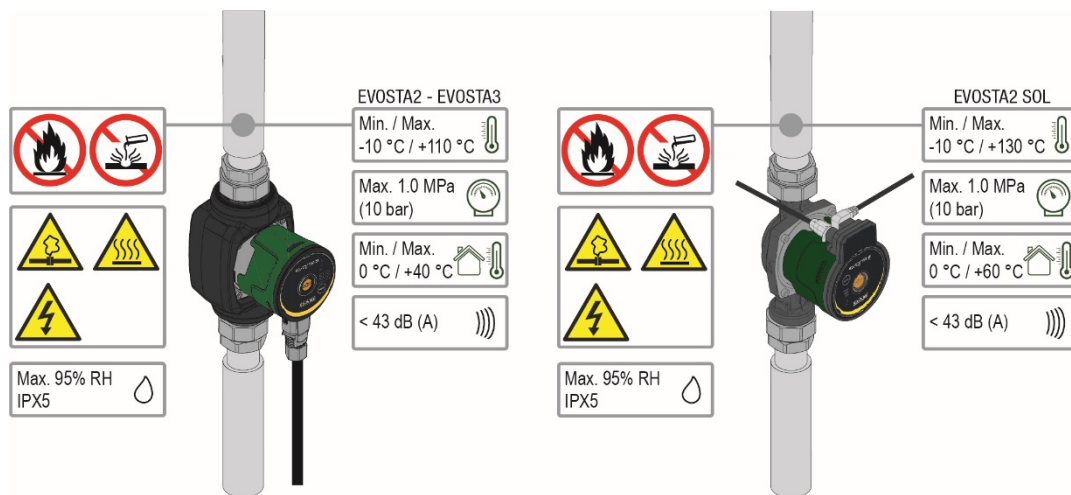

Abb. 1: Fördermedien, Warnhinweise und Betriebsbedingungen
Die Pfeile auf dem Pumpengehäuse geben die Strömungsrichtung der Flüssigkeit durch die Pumpe an. Siehe Abb. 1, Pos. A.
1. Bringen Sie bei der Montage der Pumpe in die Rohrleitung die beiden mitgelieferten Dichtungen an. Siehe Abb. 1, Pos. B.
2. Bauen Sie die Pumpe so ein, dass sich die Motorwelle in horizontaler Position befindet. Siehe Abb. 1, Pos. C.